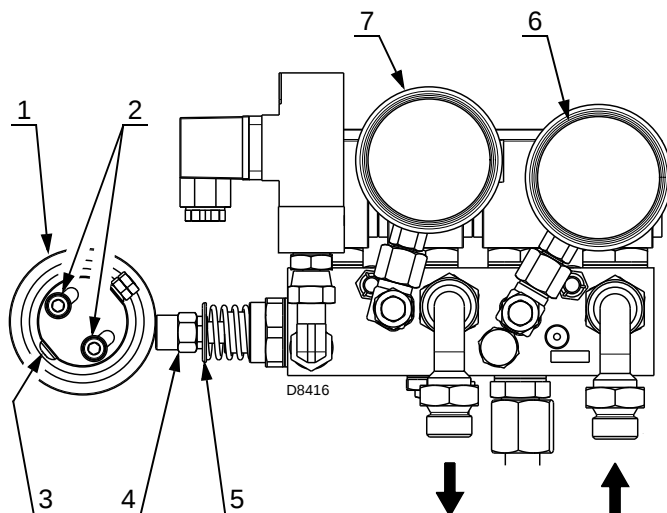

Fig. 36
Modificare l'eccentricità agendo sulla vite 3)(Fig. 36) dopo aver allentato le viti 2).
Legenda (Fig. 36)
- 5 Regolare la pressione sul ritorno al minimo a circa 4 bar. Per far ciò occorre variare la lunghezza dell'alberino del modulatore agendo sul dado 4)(Fig. 36).
Si consiglia di eseguire una taratura sufficiente a non creare fiamma fumosa ed arrivare al più presto alla potenza massima (corsa massima del servomotore 130°); tarare l'eccentrico tramite la vite 3)(Fig. 36) la pressione sul ritorno per ottenere la potenza desiderata e richiesta dall'ugello per poi tornare a tarare i punti intermedi.